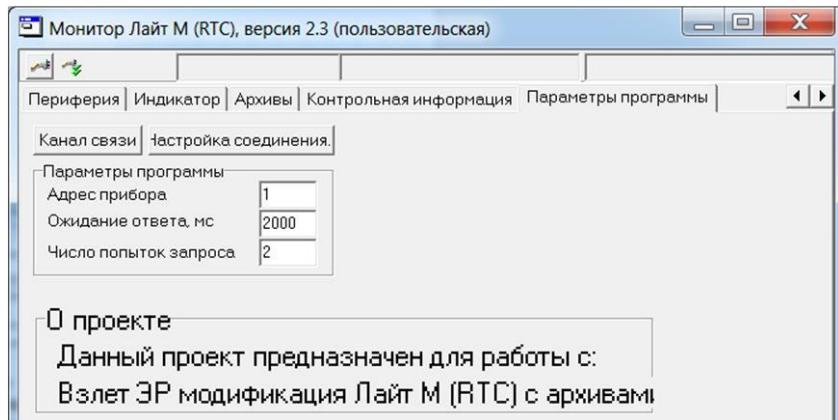
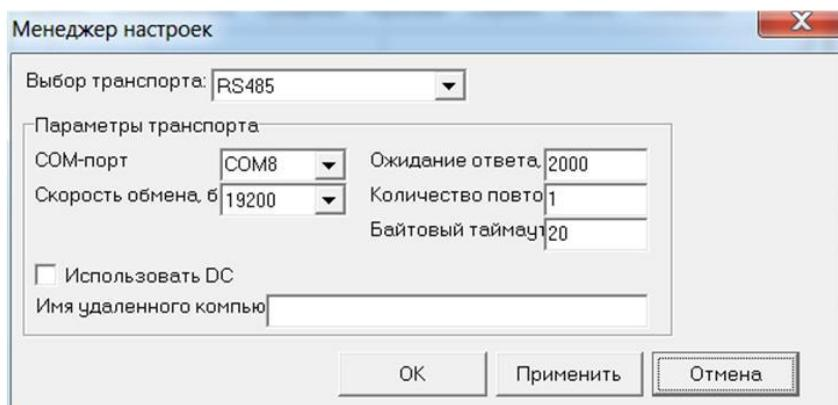

Рис.5. Вид вкладки «Параметры программы».
Рис.6. Вид окна «Менеджер настроек».
- 2.1.2. Перейти на вкладку **Параметры программы** в главном окне программы «Монитор» (рис.5) и удостовериться, что для параметра **Адрес** установлено значение 1 (как при выпуске из производства).
Нажать кнопку <Настройка соединения> (рис.5). В открывшемся окне **Менеджер настроек** (рис.6) установить требуемые значения параметров связи: